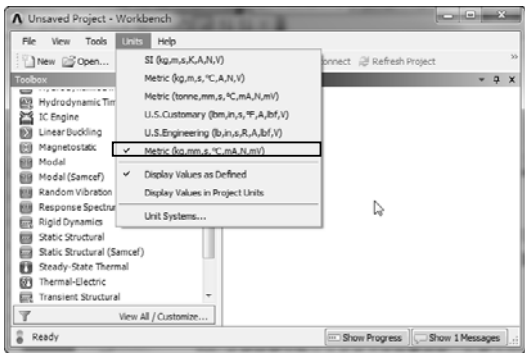

图 8-45 设置分析单位
2) 选择【Units】|【Metric (kg,mm,s,°C,mA,N,mV)】命令，设置分析单位，如图 8-45 所示。